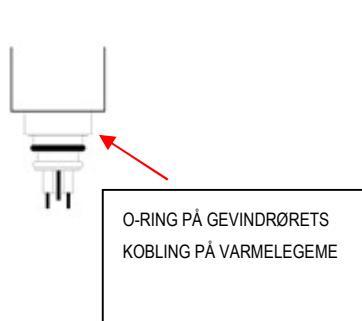

Fig. 2
- Sluk for strømforsyningen. Kontroller, at O-ringen på gevindrørets kobling på det elektriske varmelegeme er korrekt indsat i rillen. Udskift den i tilfælde af beskadigelse eller fejl – fig. 2.